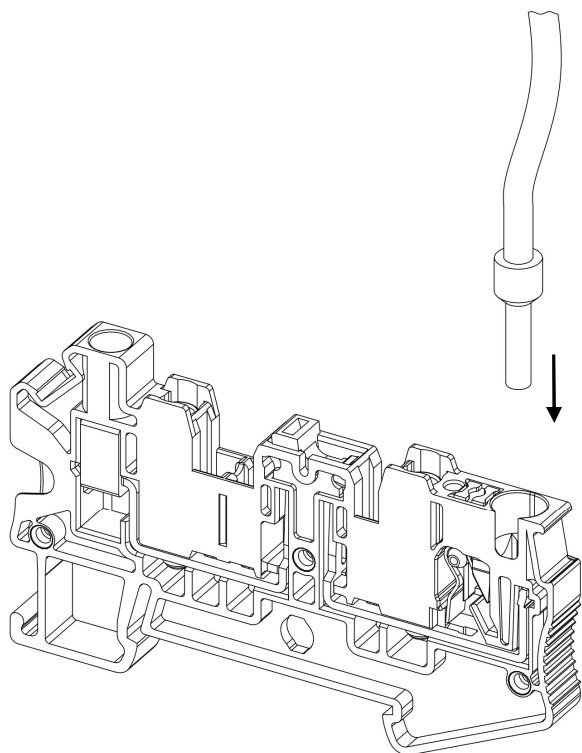
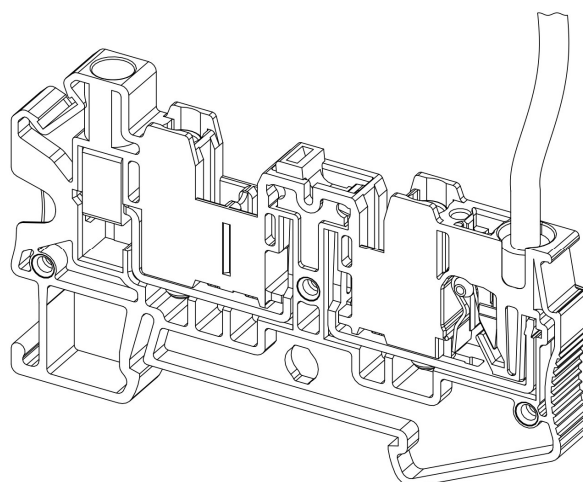

Рисунок 23 – ввод проводника в точку подключения
Рисунок 24 – проводник в точке подключения
- Вставьте гибкий проводник **подходящего сечения с кабельным наконечником** до упора в точку подключения (**овальное** отверстие) клеммы (рис. 23; рис. 24);